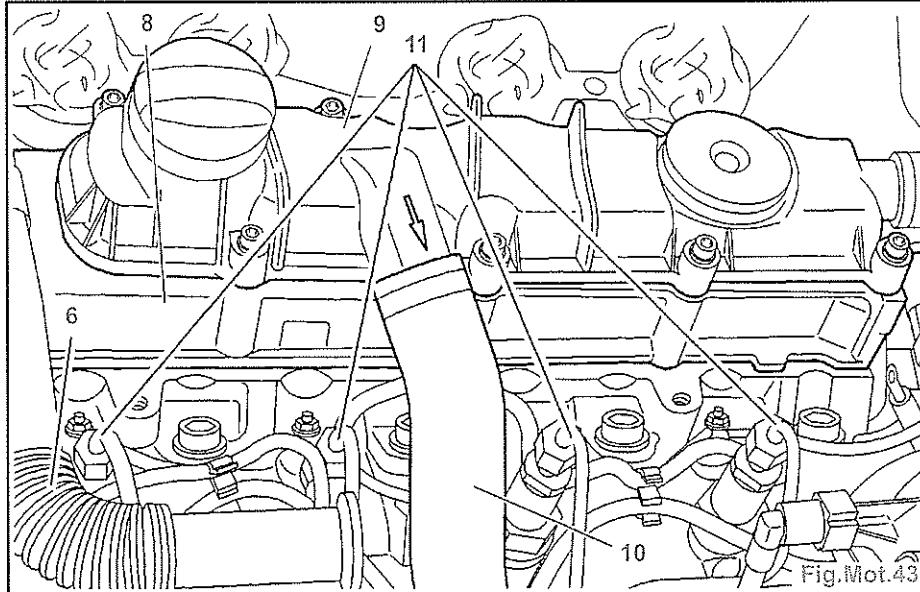

Fig.Mot.43
- Désaccoupler et écarter la durit (10) (Fig. Mot.43).
- le couvre-culasse supérieur (9) (avec déshuileur intégré),
- le couvre-culasse inférieur (8),
- le tube (6),
- les tubes haute pression des injecteurs (11),